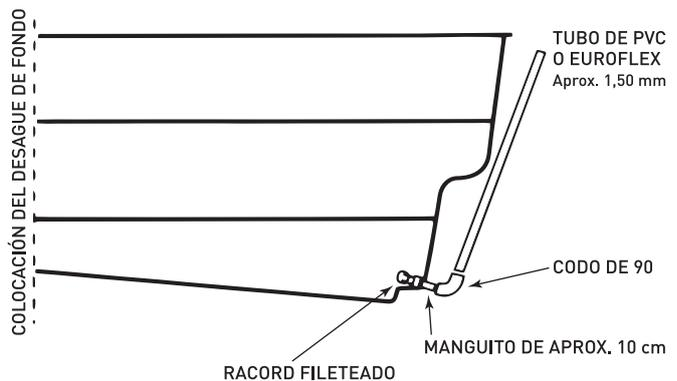

Fig. 30
b) Conexión de las tuberías (Fig. 30)